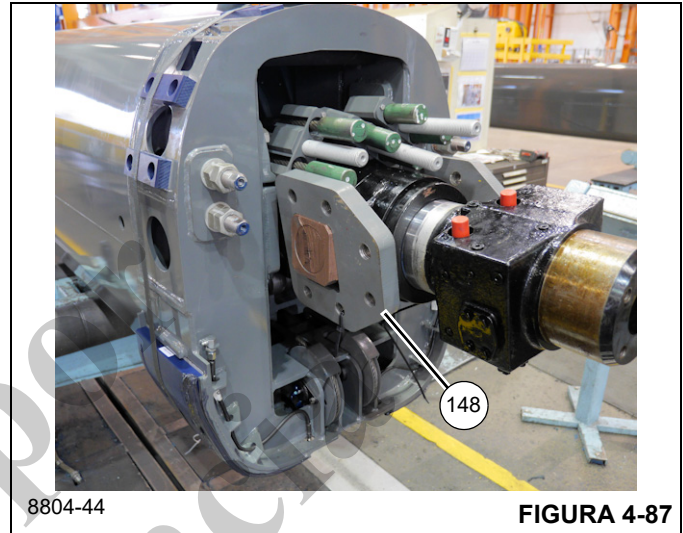

FIGURA 4-87
87. Instale el conjunto de graseras (67) a la parte trasera de la sección telescópica 2 (3) usando la tuerca (68). Oriente la grasera de modo que quede perpendicular a la sección telescópica 2 (3) (lados izquierdo y derecho).
88. Conecte la manguera de engrase (70) al conjunto de grasera (67) en la parte trasera de la sección telescópica 2 (3). Pase la manguera por el agujero de acceso en la sección telescópica 2. Conecte la manguera de engrase (70) a la almohadilla de desgaste (94) usando el codo (69) y el adaptador (66) (lados izquierdo y derecho).
89. Fije todas las almohadillas de desgaste sueltas (94, 95) y los suplementos (93) a la sección telescópica 2 (3) con una tira. Coloque la tira alrededor del borde de las almohadillas de desgaste más distante del extremo trasero de la sección telescópica 2 (3).
90. Aplique pasta antiagarrotamiento a los muñones traseros en la parte trasera del cilindro telescópico (6). Instale los bloques de muñón (148). Amarre con bridas de plástico los dos bloques de muñón al cilindro telescópico (vea la Figura 4-87).